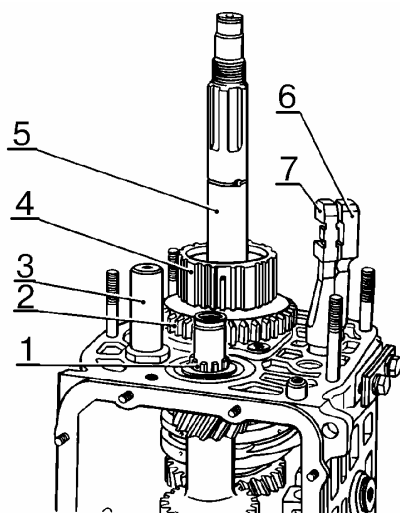

Рис.19 Снятие ведомой шестерни заднего хода и ступицы муфты синхронизатора V передачи:
- снять с вторичного вала ступицу 4, рис.19, синхронизатора V передачи и ведомую шестерню 2 заднего хода со шпонкой (отвертка плоская – 2 шт.);